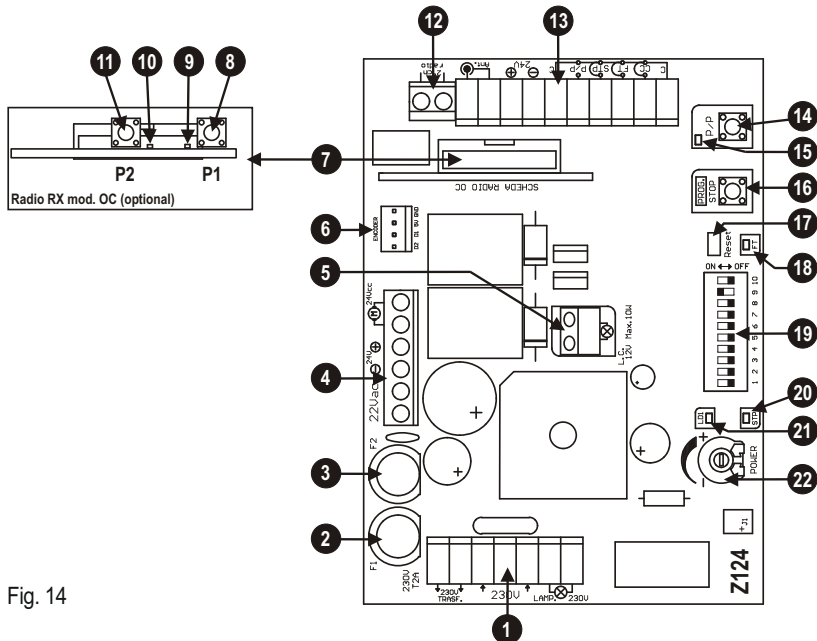
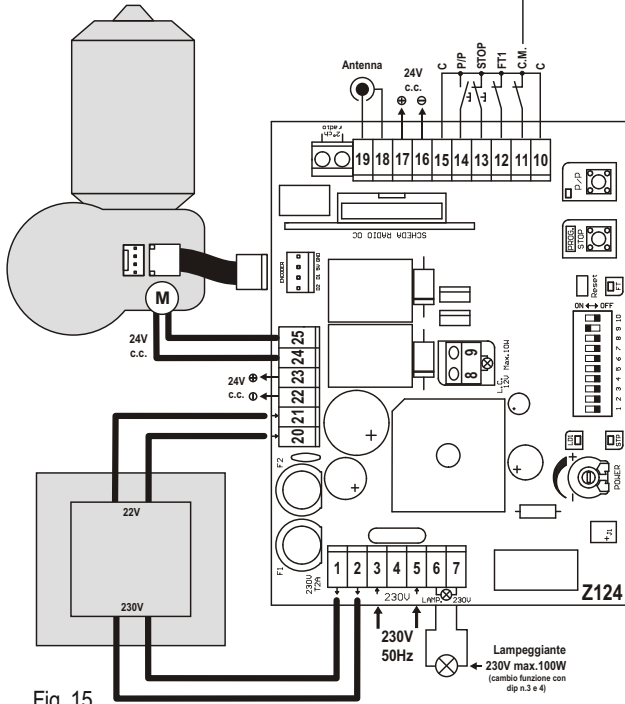

Fig. 14
Fig. 15
## F DESCRIPTION DES PARTIES (fig. 14)
Pour les connexions suivre les tableaux 1 et 2 et la figure 15.
- 1) En maintenant la touche PROG enfoncée, effectuer une réinitialisation en court-circuitant avec un tournevis le cavalier Reset (pos. 17 fig. 14).
- 9) Pour revenir au fonctionnement normal effectuer une réinitialisation de la logique de commande (court-circuiter le connecteur, pos. 17 fig.14)
Durant la phase d'apprentissage on actionnera plusieurs fois la touche **P/P** (pos. 14 fig. 14), en alternative on peut utiliser la commande **P/P** (borne 14, fig. 15) ou l'émetteur radio mémorisé sur le premier canal du récepteur.